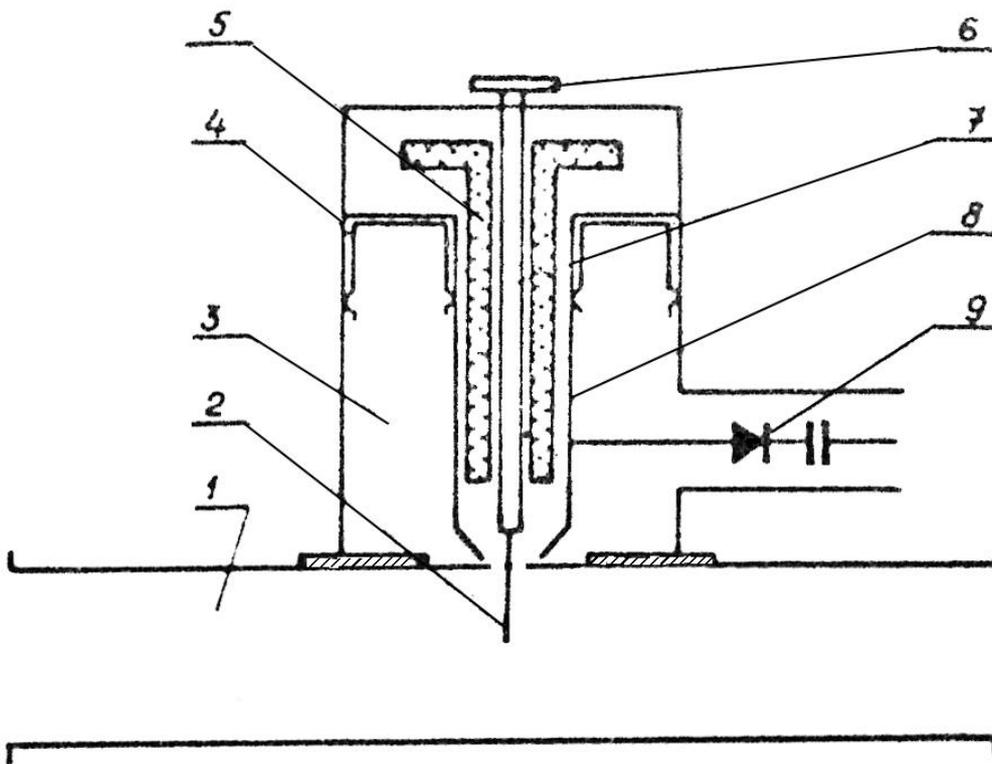

Рис.4. Схема устройства измерительной волноводной линии типа PI-4.
Схема измерительной линии приведена на рис.4. Измерительная линия представляет собой отрезок волновода (1), имеющий продольную узкую щель посередине широкой стенки волновода. Через щель во внутреннюю полость волновода проходит тонкий металлический зонд (2), укрепленный на каретке, которая перемещается вдоль линии. Зонд связан с настраиваемым (4) измерительным резонатором (3), в который включен кристаллический детектор (9).